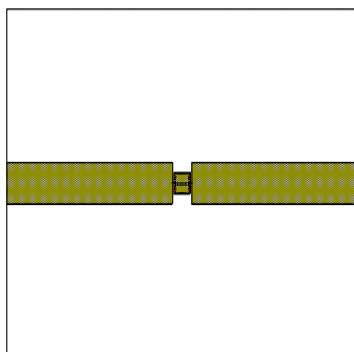

Рис. 93
8. Поместите подсхему внутри граничной области. Чтобы привязать подсхему к этой области, нажмите клавишу **Ctrl** и щелкните мышкой (рис. 93).